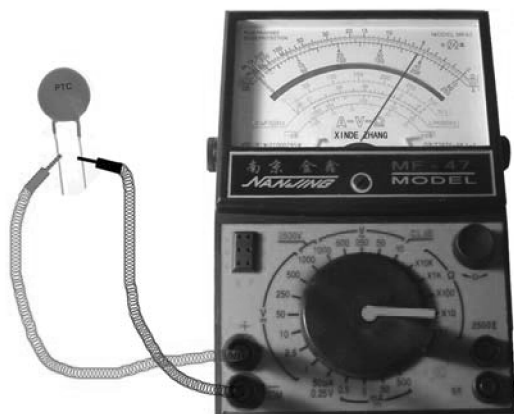

图 2-17 常温检测 PTC 热敏电阻器
1) 常温检测。常温检测就是在室内温度接近 25°C 时进行检测，具体方法如图 2-17 所示，将两表笔接触 PTC 热敏电阻器的两引脚测出实际电阻值，并与标称电阻值相对比，两者相差在 $\pm 2\Omega$ 内即为正常。实际电阻值若与标称电阻值相差过大，则说明其性能不良或已损坏。